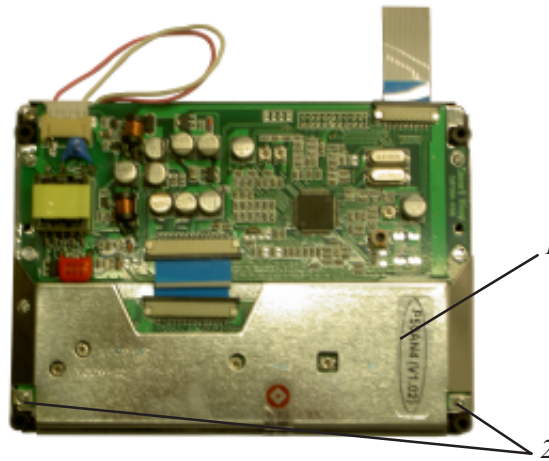

Рис.18.
8. Установить металлический экран (1) и закрепить 2-мя саморезами (2) (рис.18).